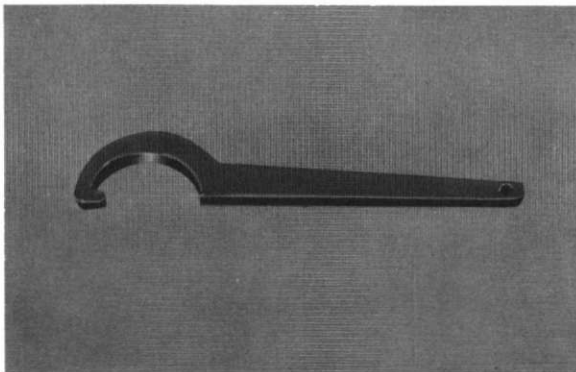

Fig. 6-4
- D. Steering nut wrench (Fig. 6-4)
- D. Clé pour écrou de direction (Fig. 6-4)
- D. Ringmutternschlüssel für Lenkung (Bild. 6-4)